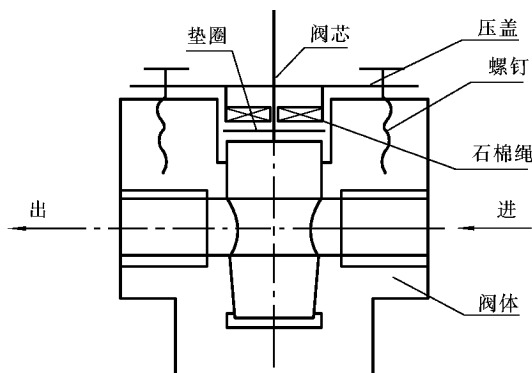
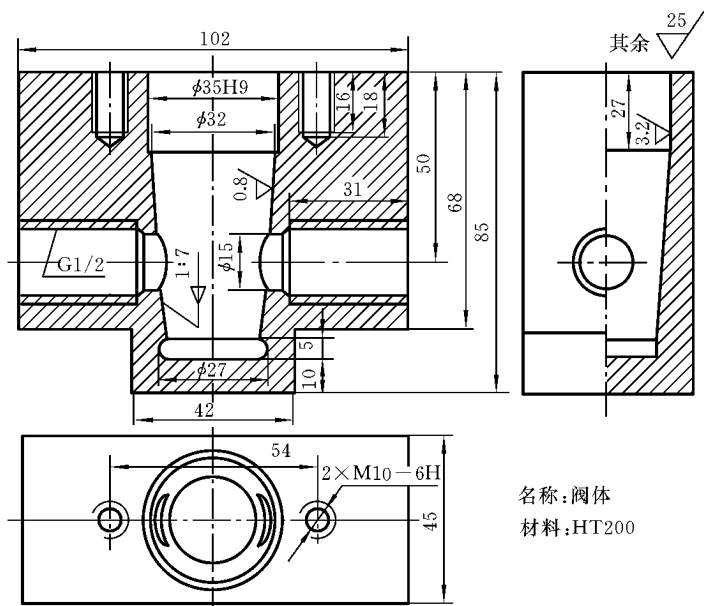
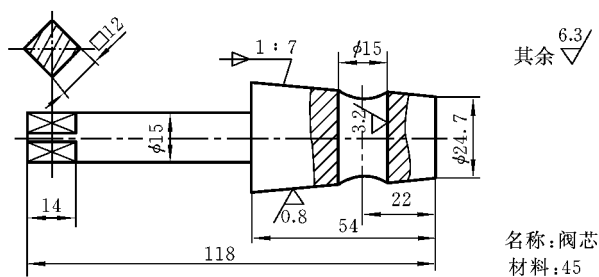

图 9.10 旋塞的装配示意图
图 9.11 阀体零件图
图 9.15 阀芯零件图
2. 旋塞的装配示意图如图 9.10 所示,旋塞的阀体、阀芯、压盖、螺钉、垫圈五个零件图如图 9.11 ~ 图 9.15 所示。认真识图,绘制各零件图,然后按照 9.3.2 节的方法,完成旋塞的装配图。